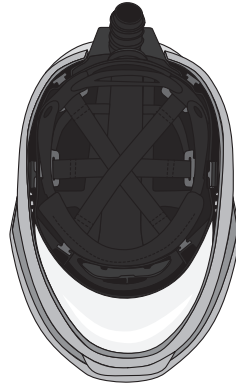

Fig. 1
2. Fixe o capacete no lugar com a abertura voltada para cima e o respiradora colocado em sua direção. Certifique-se de que o capacete não se desloque desta posição (Fig. 1).